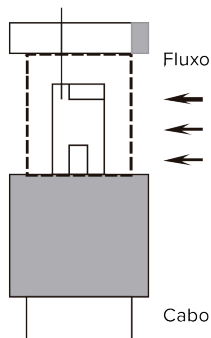
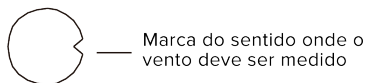

Fig 4
Fig 5
5. Deslize a tampa do sensor de proteção na posição para baixo, permitindo que o sensor de velocidade do ar tenha contato com o ar do ambiente (**Fig 2**). Estenda a sonda telescópica até o comprimento conveniente (**Fig 4**)
Há uma marca no topo da “Cabeça do Sensor”, quando a medição for realizada, esta marca deverá estar contra a medição do vento, como a **Fig 4, Fig 5**.